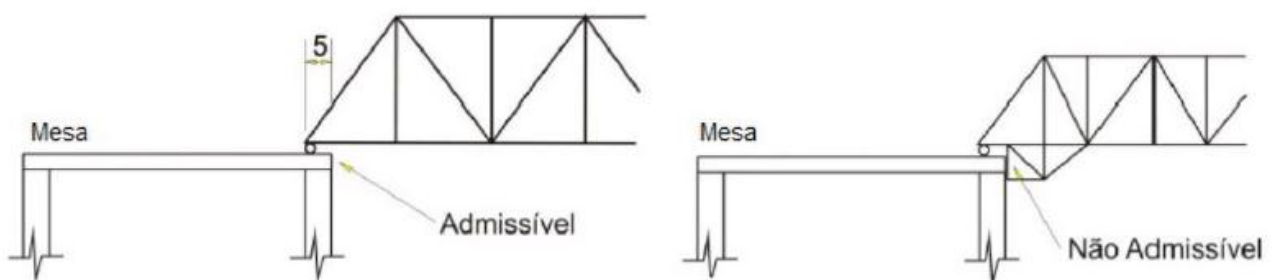

Figura 2 – Esquema de apoio
- Não será admitido o uso de faces verticais da mesa como ponto de apoio, conforme indicado na Figura 2.